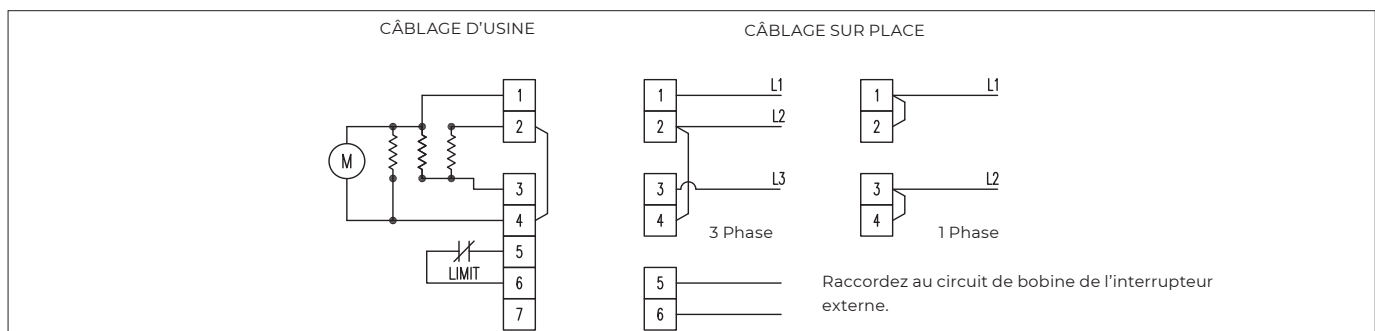

Figure 3A – Schéma de raccordement des appareils de la série GE de 2 à 10 kW avec option de limite élevée. Modèles de 208 V et 210 V.
Si les schémas de raccordement des Figures 3A à 3G, aux pages 20 à 23, ne correspondent pas à votre configuration, consulter le schéma de raccordement propre à l'appareil qui se trouve à l'intérieur du panneau d'accès. Sinon, tous les schémas de raccordement sont accessibles en ligne à l'adresse www.thermon.com.
Si les schémas de raccordement des Figures 3A à 3G, aux pages 20 à 23, ne correspondent pas à votre configuration, consulter le schéma de raccordement propre à l'appareil qui se trouve à l'intérieur du panneau d'accès.
1. Pour faire fonctionner l'appareil de chauffage, s'assurer que l'alimentation électrique est correctement branchée, comme indiqué dans le schéma de raccordement (se reporter aux Figures 3A à 3C, aux pages 21– 23).
3. Pendant le fonctionnement normal, le dispositif de protection thermique ne doit pas déclencher le cycle Marche (ON) et Arrêt (OFF) de l'appareil de chauffage. Si cela se produit, vérifier si quelque chose obstrue la